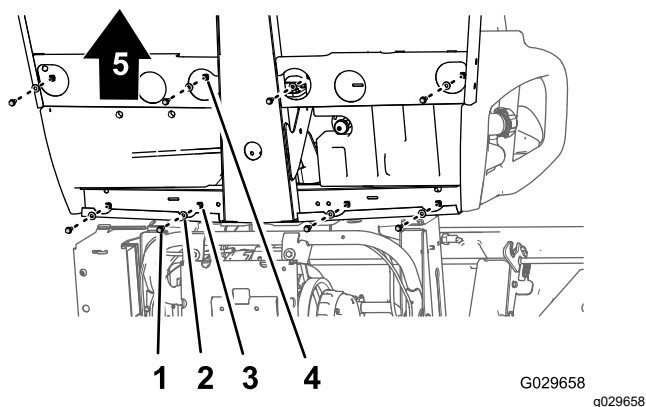
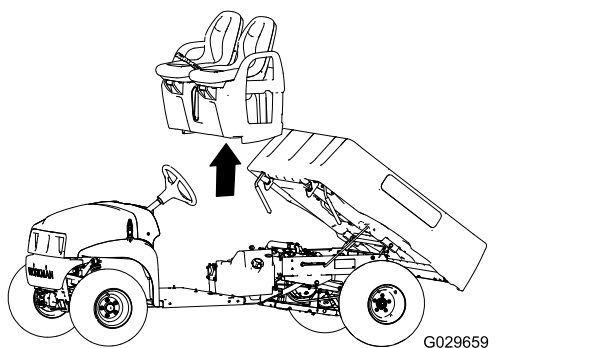

Figura 44
Figura 45
1. Na parte inferior da caixa, retire os 8 parafusos de cabeça flangeada e as 8 anilhas que prendem a base do banco à placa do chão e ao canal da cabina traseira (Figura 44).
2. Cuidadosamente, levante os bancos, a base do banco e os cabos do trav 1/2 de estacionamento da m 1/2quina (Figura 44).
1. Levante os bancos e a base do banco para a máquina e alinhe os cabos dos travões com o chassis (Figura 44 e Figura 45).
2. Alinhe os furos na base do banco com os furos na placa do chassi e no canal da cabina traseiro (Figura 44 e Figura 45).